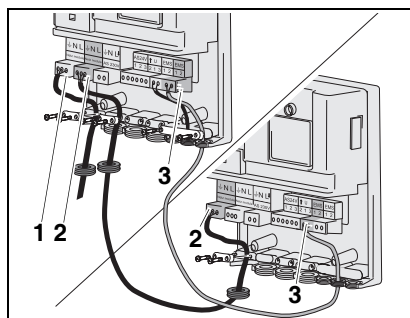

Fig. 4 Ligar dois módulos entre si, estabelecer ligação à rede
É possível ligar entre si vários módulos diferentes (por exemplo EM10 e VM10). Para poder ligar entre si dois ou mais módulos é possível shuntar sempre a ligação de rede (fig. 4, pos. 2) e a ligação EMS (fig. 4, pos. 3).
- Ligar o regulador de temperatura Logamatic RC à ligação EMS (fig. 4, pos. 3).
- Conecte a ligação de rede de 230 VAC (fig. 2, pos. 1 e fig. 4, pos. 1).